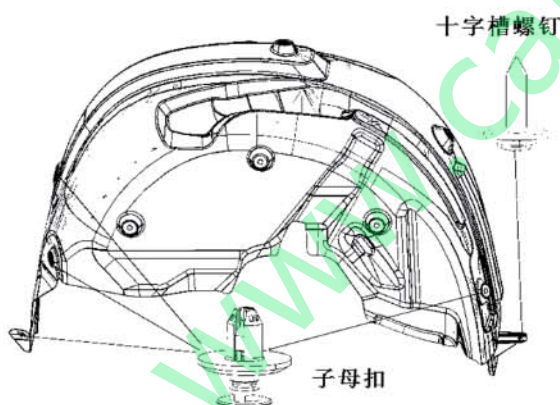

图 2-13
(2) 将左后轮挡泥板位于后保险杠上的 1 个子母扣和与车身连接的 3 个子母扣用一字螺丝刀取下，用十字螺丝刀拆下与侧围钣金的螺钉，如图 2-13 所示